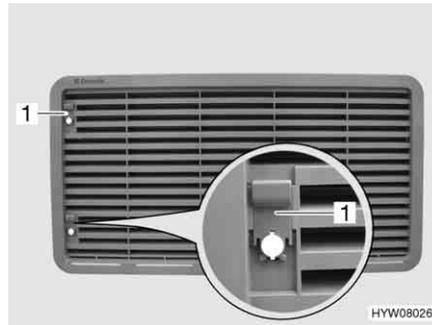

Bild 215 Kühlschrank-Lüftungsgitter
- Schieber (Bild 215,1) nach oben schieben.